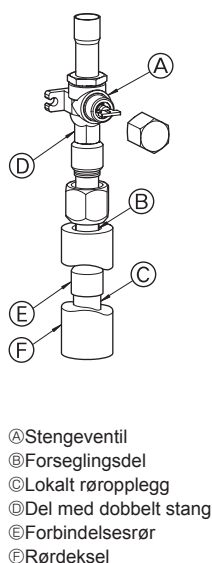

Fig. 4-3
- ① Rørene må tilkobles ved å starte fra innendørsenheten. Kragemutterne må trekkes til med en momentnøkkel.
- ② Vid ut væskerørene og gassrørene og påfør et tynt lag av kjølemiddelolje (påført på stedet).
- ③ Bruk følgende fremgangsmåte for å koble til røropplegg på gass-siden. (Fig.4-3) (SW160/200)